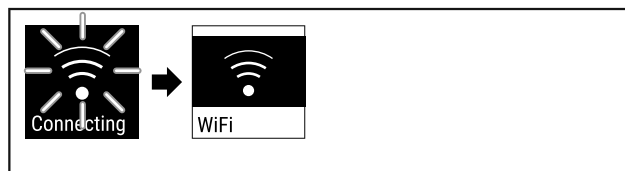

Fig. 85
- ▶ Lidhja do të vendoset (shihni Fig. 85).